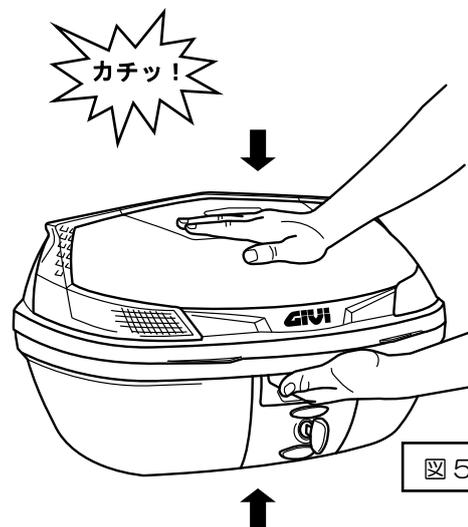

図 5
3. ① ケース を 閉 じ る
3-1. ① ケース の フ タ を 閉 め ます。(図 5 参 照)